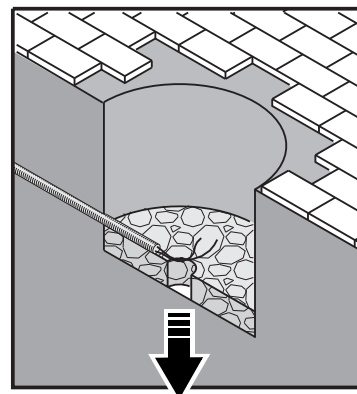

Figure 3: Drainage
- Voir Figure 3. Il est absolument essentiel de prévoir un drainage pour éviter toute accumulation d'eau dans le support. Ce drainage doit être réalisé et testé avant l'installation. L'eau de pluie, de fonte de neige mais aussi de tout autre type d'écoulement régulier ou accidentel doit pouvoir s'évacuer *au moins aussi vite* qu'il pénètre dans l'encastrement. Si de l'eau stagne dans le puit d'installation pour de longues périodes, la garantie du produit sera annulée.
1. Voir Figure 3. Assurez-vous que le drainage installé au bas du puit suffit à évacuer les entrées d'eau aussi vite qu'elles entrent.